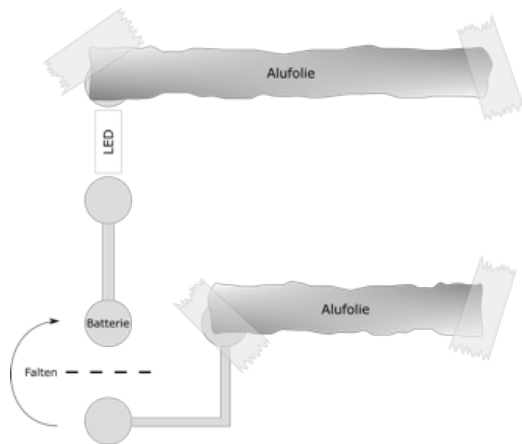

Bild 2
- b. Zeichne mit dem Circuit-Scribe-Stift das abgebildete Layout (Bild 2) auf ein weißes Blatt Papier und lass die Farbe kurz trocken.
- d. Klebe zwei Streifen Aluminiumfolie parallel an die beiden Kontakte (Bild 2). Hinweis: Die Aluminiumfolie benötigt einen guten Kontakt zu den gezeichneten Leiterbahnen. Hier kann eine weitere Wäscheklammer helfen.